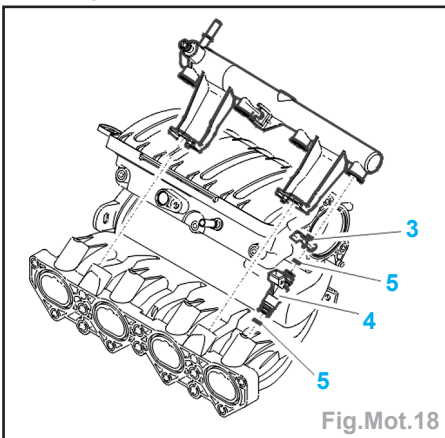

Fig.Mot.18
- Déposer (Fig.Mot.18) :
- les clips (3) de maintien des injecteurs,
- les injecteurs essence (4).